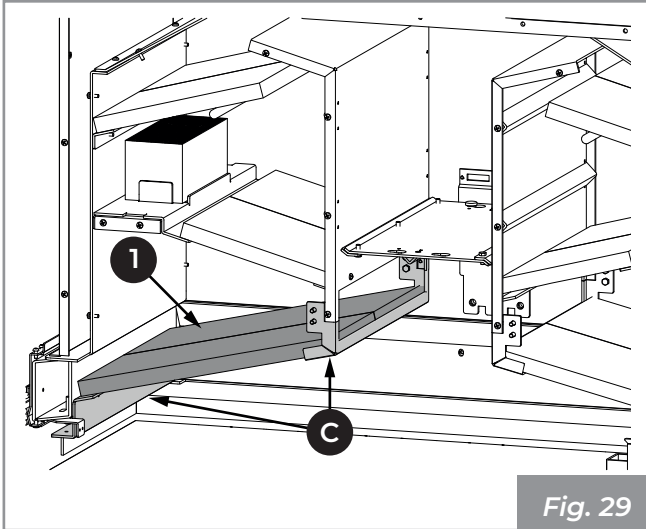

Fig. 29
- 5) Colocar los paneles (1) apoyándolos en los respectivos soportes (C) (Fig. 29).